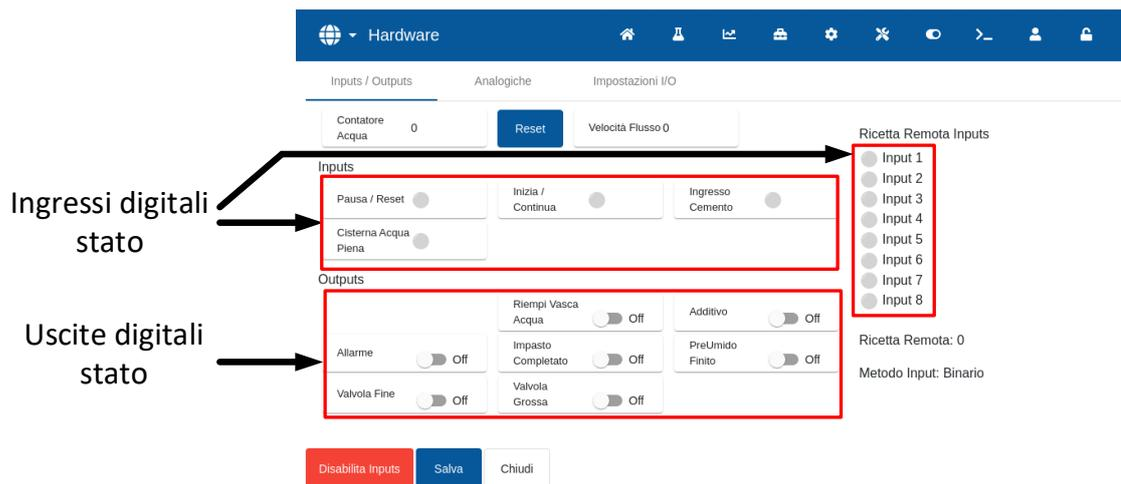

Figura 26: Pagina Test I/O
Per testare gli ingressi e le uscite digitali andare alla pagina "Ingressi / Uscite" della schermata "Hardware" (vedere Figura 26).
1. Portarsi alla pagina "Inputs/Outputs" della schermata "Hardware" (vedere Figura 26). Premere il pulsante "Reset" se il valore del "Contatore acqua" non è "0".